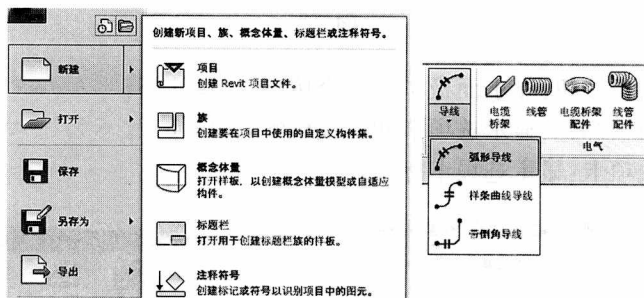

图 1-12
(3) 如果按钮的底部或左侧部分有箭头,表示可以展开面板,显示其他工具或空间,见图 1-12。